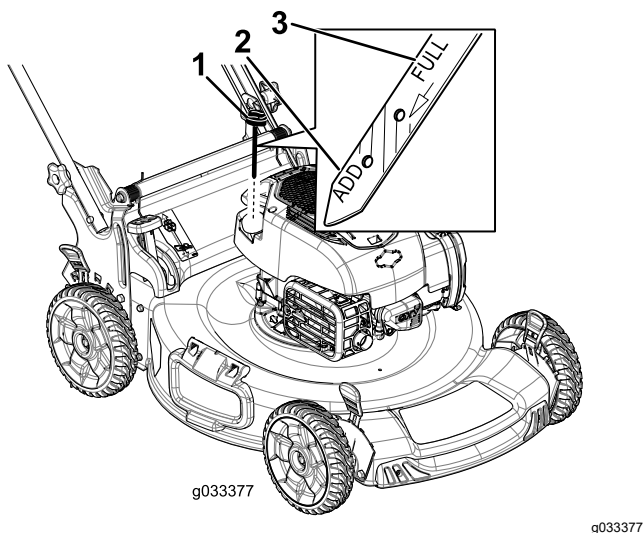

Figura 27
3. Retire a vareta rodando-a no sentido contrário ao dos ponteiros do relógio e puxando-a para fora (Figura 27).
10. Leia o nível de óleo na vareta (Figura 27).